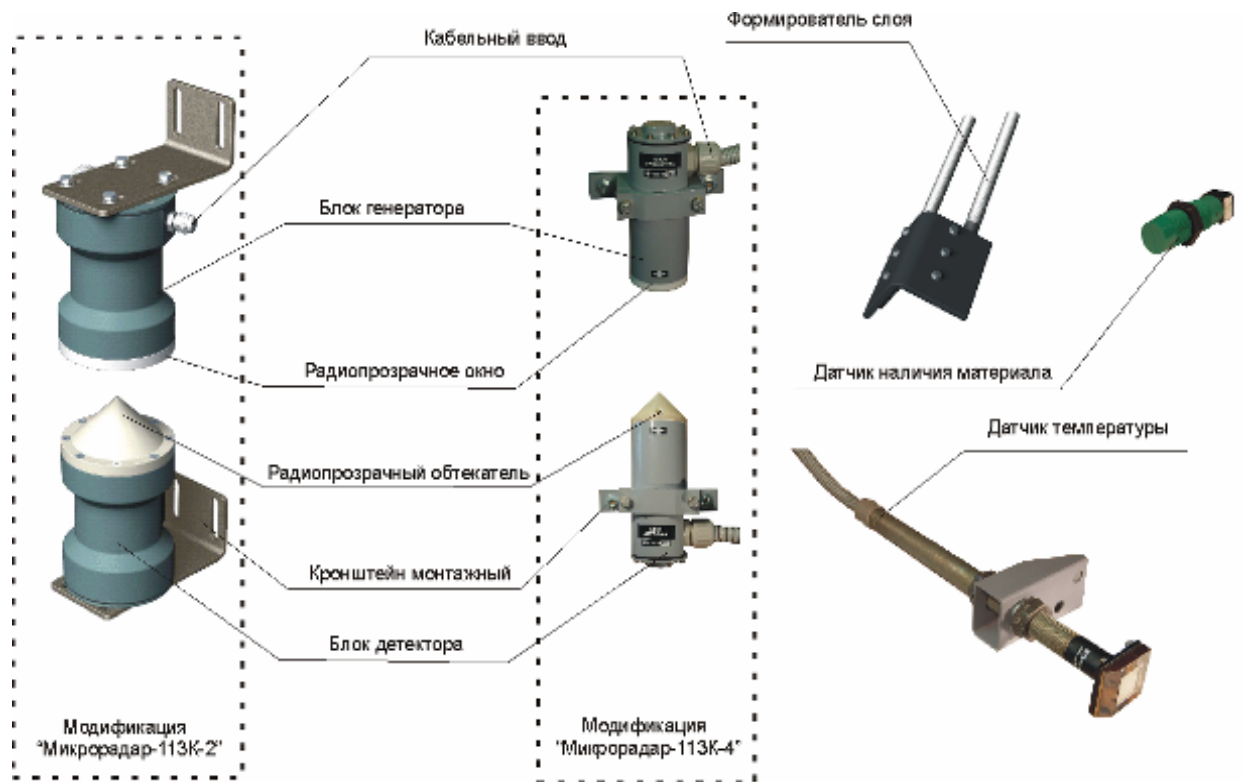

Рис. 4.1. Внешний вид БС влагомера модификации «Микрорадар-113К-2» и «Микрорадар-113К-4».
4.1. Внешний вид и устройство блока сенсоров влагомера «Микрорадар-113К-2» и «Микрорадар-113К-4» показан на рис. 4.1.